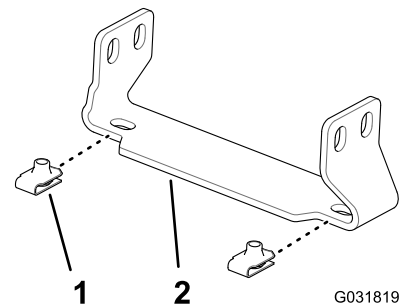

Bild 235
1. Befestigen Sie die vier Klemmmuttern, die Sie in Schritt 6 in 10 Entfernen der mittleren Abschnittsabdeckung (11. Düse) des optionalen abgedeckten Auslegers (Seite 24) entfernt haben, an den zwei Stützhalterungen der mittleren Abschnittsabdeckung (Toro Bestellnummer 131-3703-03), wie in Bild 235 abgebildet.
2. Befestigen Sie die vier Klemmmuttern (Toro Bestellnummer 94-2413) an den zwei anderen Stützhalterungen der mittleren Abschnittsabdeckung (Toro Bestellnummer 131-3703-03), wie in Bild 235 abgebildet.